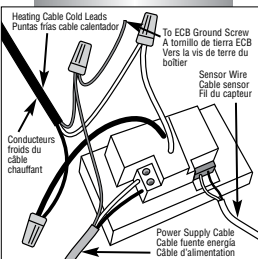

Fig. 5
4. Prepare each heating cable / cold lead for connection / splicing and connect per Figure 5 or Figure 6, as applicable. Use Screwdriver for connection to the Power Supply cables and the sensor wire connections.
4. Préparer chaque câble chauffant et chaque conducteur froid en vue de son raccordement ou de son épissage et procéder conformément à la figure 5 ou 6, selon le cas. Utiliser un tournevis pour raccorder les câbles aux câbles d'alimentation et aux connexions du fil du capteur.